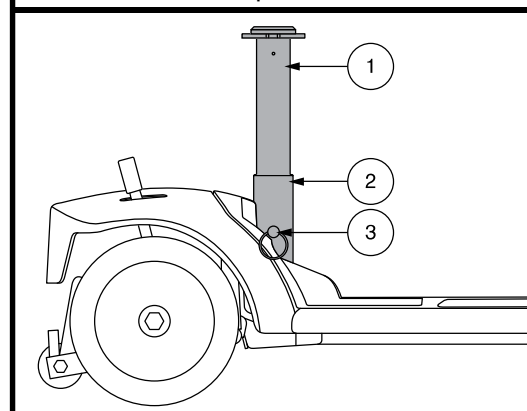

Figure 26 Réglage de la hauteur du siège
La hauteur du siège peut être réglée à volonté. Voir la figure 26.
2. Retirez le mât du siège du Travel Scooter en retirant la goupille de détente de la partie inférieure du mât du siège, puis soulevez le mât vers le haut et enlevez-le du Travel scooter. Voir la figure 26.